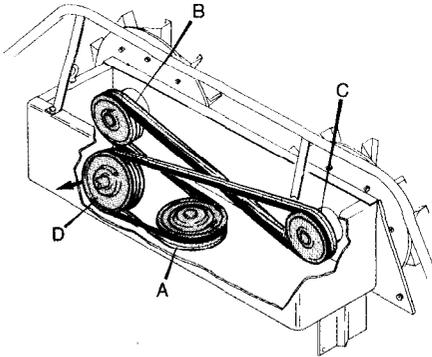
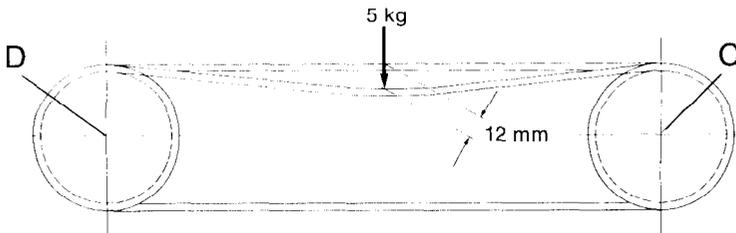

Fig.49
Fig.51
**Jeder Keilriemen soll sich bei richtiger Spannung in der Mitte zwischen Scheibe "C" (Fig. 49/C) und Scheibe "D" (Fig. 49/D) bei ca. 5 kg Belastung ca. 12 mm eindrücken lassen (siehe Fig. 51).**
#### Montagefolge (siehe Fig. 49):